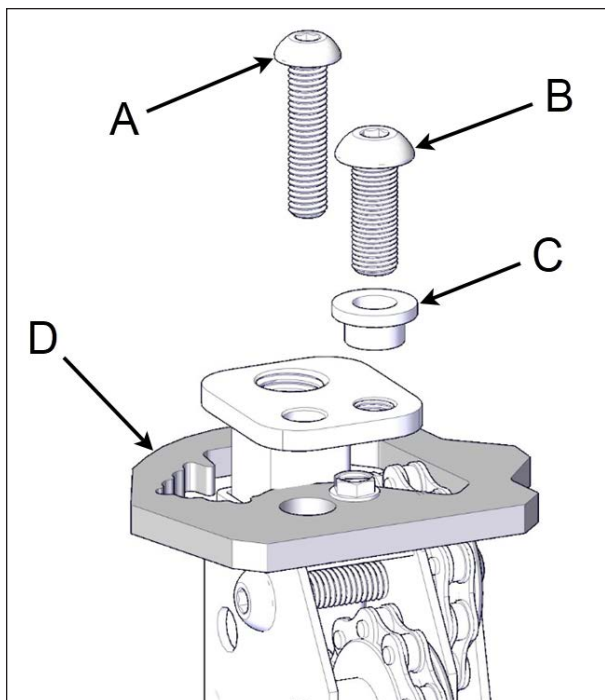

FIGURE 41: VIS DE VERROUILLAGE DU VÉRIN (ITEM A)
17. Une fois tous les arbres d'entraînement installés, les vis de verrouillage peuvent être retirées en toute sécurité sur le dessus des vérins sans moteur. Pour chaque vérin, retirer la vis à tête à six pans creux M4 x 50 mm et conserver pour utilisation ultérieure voir item «A» dans la Figure 41.
18. Démontez la vis à tête à six pans creux 3/8 po x 1 po avec une clé hexagonale 7/32 po (5,5 mm) sur le dessus de chaque vérin voir item « B » dans la Figure 41. Conservez les vis et les douilles (item « C ») en lieu sûr pour une utilisation ultérieure.